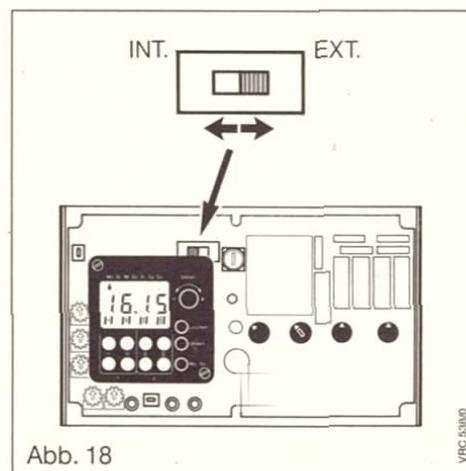

Abb. 18
Wird als Zubehör ein Fernbedienungsgerät installiert und soll die Regelung nach den dort einstellten Werten erfolgen, so ist der Schalter (1) in Abb. 18 in Stellung „extern“ (EXT) zu schalten.